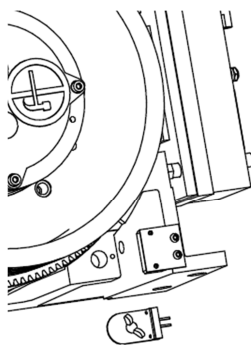

图 17 取下盘车开关盖板
2. 拧掉链接螺栓，取出盘车开关盖板（见 P7 图 17）。